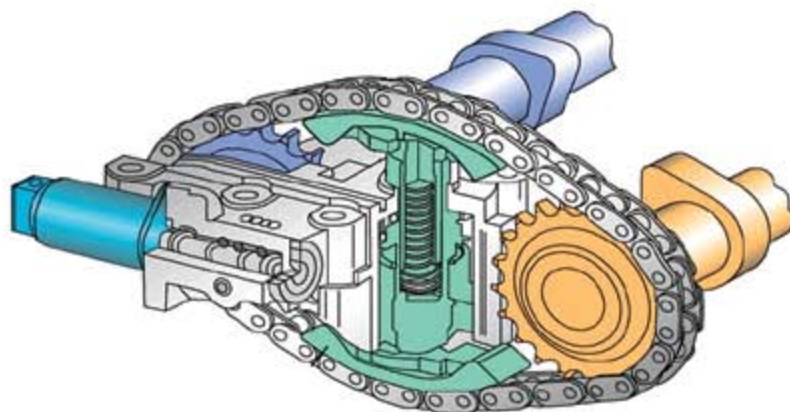
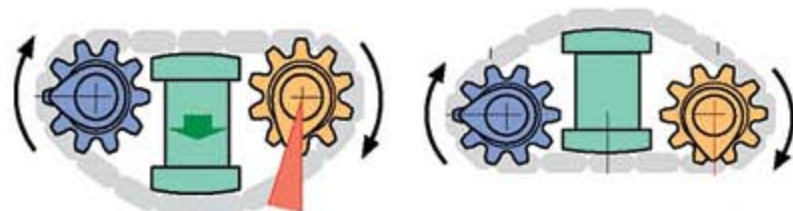

图 1
图 2
- 2). 根据这款发动机的特点, 在 2、3 档加速时发动机已经进入了中等负荷工况, 配气正时也已经进入了调节位置, 正时调节是通过改变链条张紧的位置来实现的(图 1)。当凸轮轴链条进行调节动作时, 如果链条张紧器力量不足, 就会使链条在调节过程中处于松弛状态而发出响声(图 2)。要确认故障原因是否在此, 可以使其暂时停止工作进行试验。将配气相位调节电磁阀的插头拔掉, 使车辆不能够进行配气相位的调节。随后进行试车, 发现故障依旧, 这样就排除了由于配气相位改变时链条张紧力不足产生响声的可能。